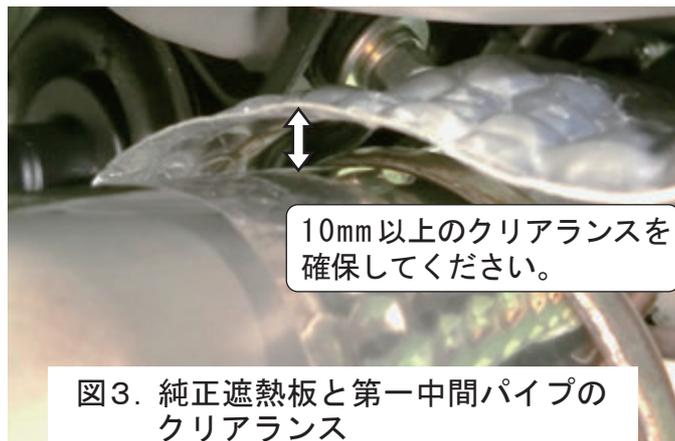

図3. 純正遮熱板と第一中間パイプのクリアランス
- (1) 第二中間パイプを正規の位置に合わせて、吊り下げ用フックに純正ラバーステーをはめておいてください。
- (2) 第一中間パイプ後部フランジと第二中間パイプ前部フランジの間に付属のリングガスケット(φ65)を挟み、付属のボルトにプレーンワッシャを入れ前側から通し、反対側から付属のプレーンワッシャ、スプリングワッシャ、ナットの順で取付けて仮締付けしておいてください。
- (3) 図3のように第一中間パイプとプロペラシャフト下の純正遮熱板のクリアランスを確認し、10mm未満であれば、10mm以上のクリアランスが確保できるように純正遮熱板を曲げて調整してください。